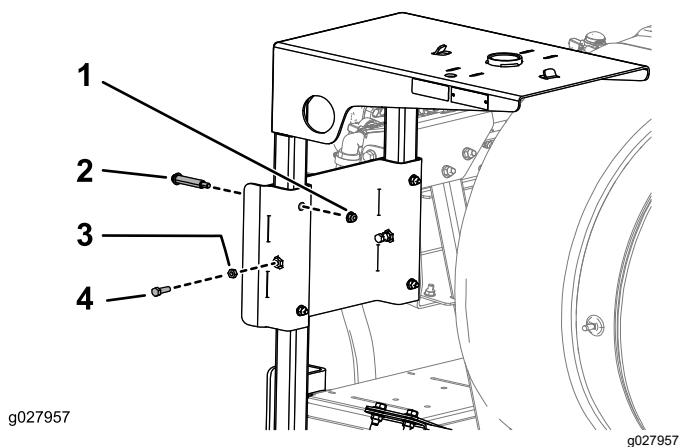

図 14
6. 図 14のように、リールシェルフ・サポートのスロットにリールシェルフ・フレームを入れるショルダボルト4本、フランジナット 5/16-18" 4個、ボルト5/16-18 x 1" 2本、ジャムナット 5/16-18" 2個を使用する。